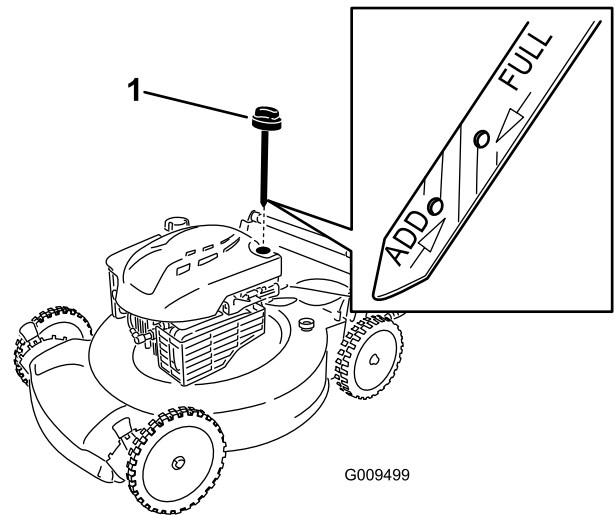

Figure 34
3. Retirez la jauge (Figure 34).
10. Vérifiez le niveau d'huile indiqué par la jauge (Figure 34).